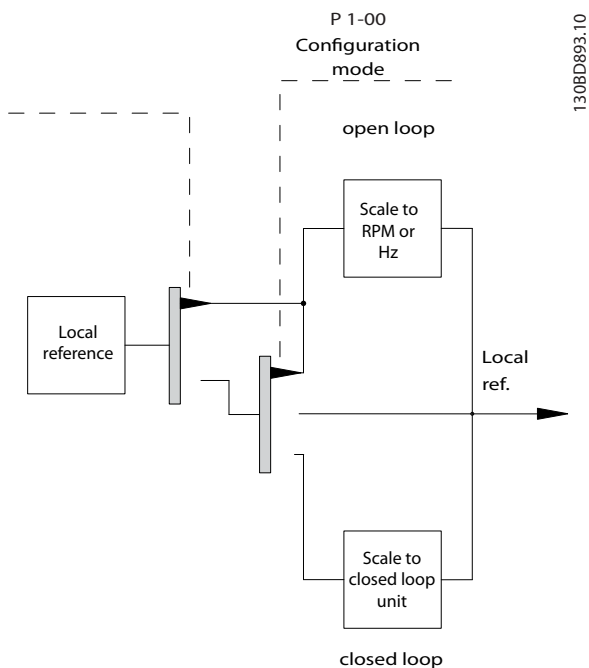

Bild 2.14 Konfigurationsläge
- I *Bild 2.14* visas manuellt konfigurationsläge för lokal referens.